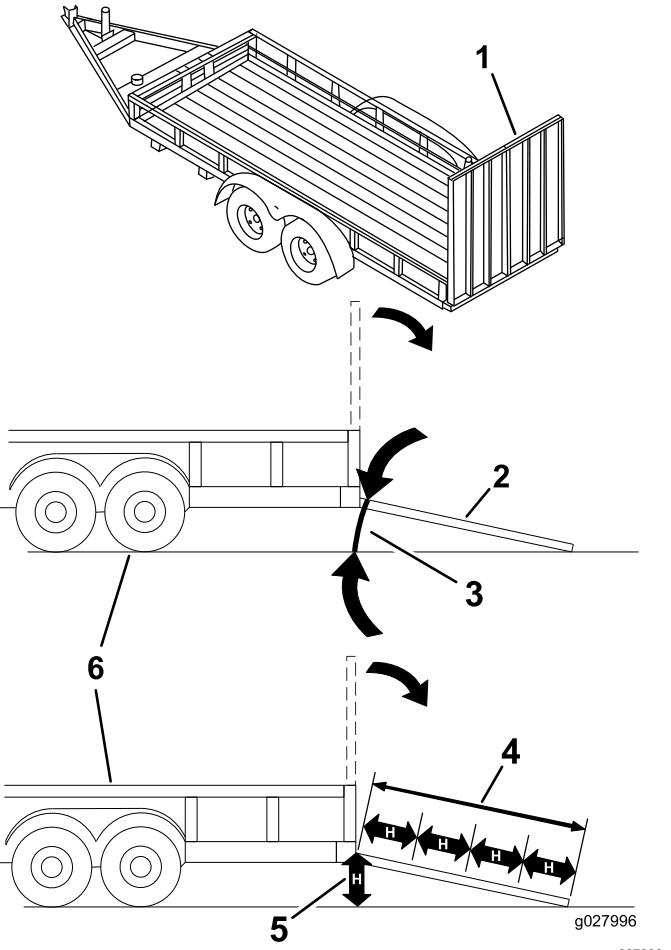

Figure 33
**Le chargement d'une machine sur une remorque ou un camion augmente les risques de renversement et peut provoquer des blessures graves voire mortelles (Figure 33).**
3. Abaissez la rampe pour que l'angle avec le sol ne dépasse pas 15 degrés (Figure 33).
1. Abaissez la rampe pour que l'angle avec le sol ne dépasse pas 15 degrés (Figure 33).